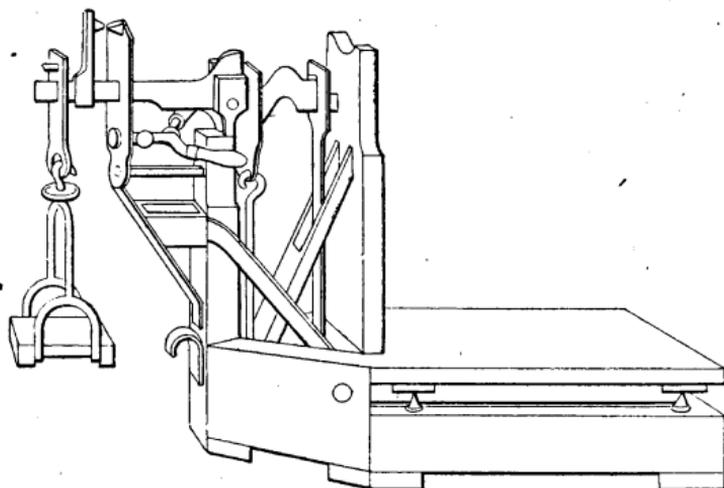

Fig. 52.
**Balance-bascule (fig. 52).** — Sert à peser les objets lourds jusqu'à 3.000 kilogrammes. Il y a diverses